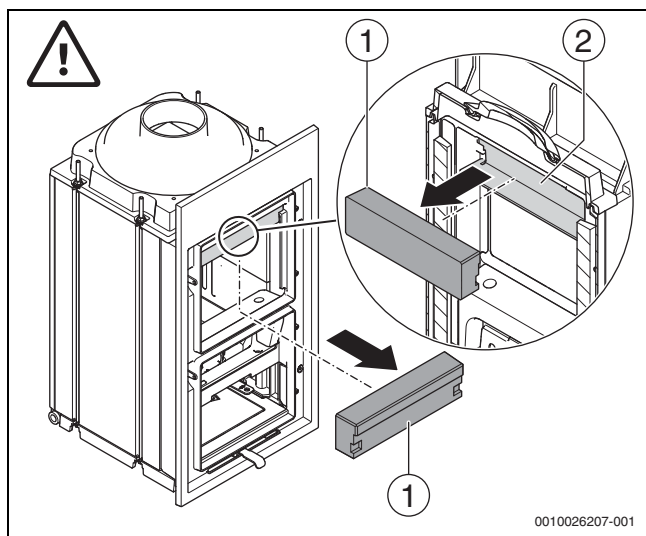

Bild 12 Oberen Stein ausbauen
- Durch die Füllraumbür greifen und den Stein (→ Bild 12, [1]) nach hinten entnehmen.